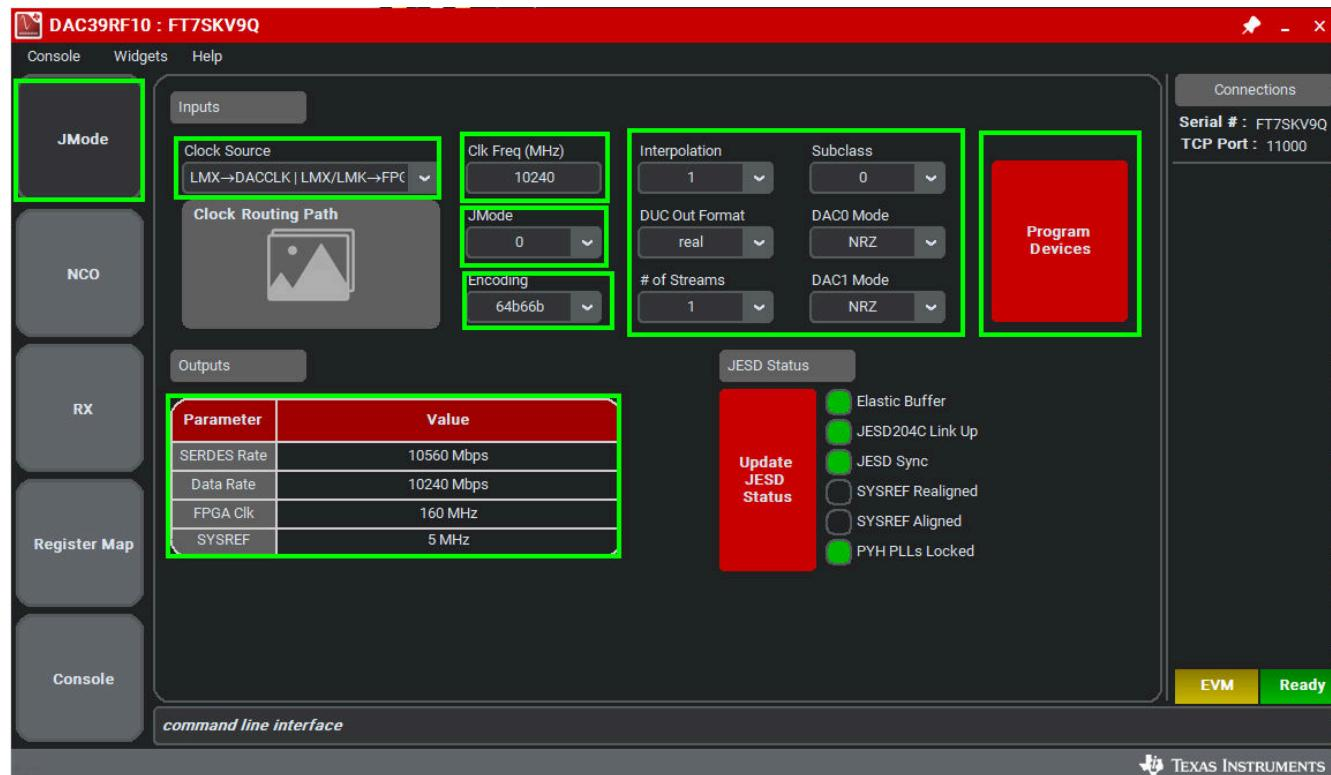
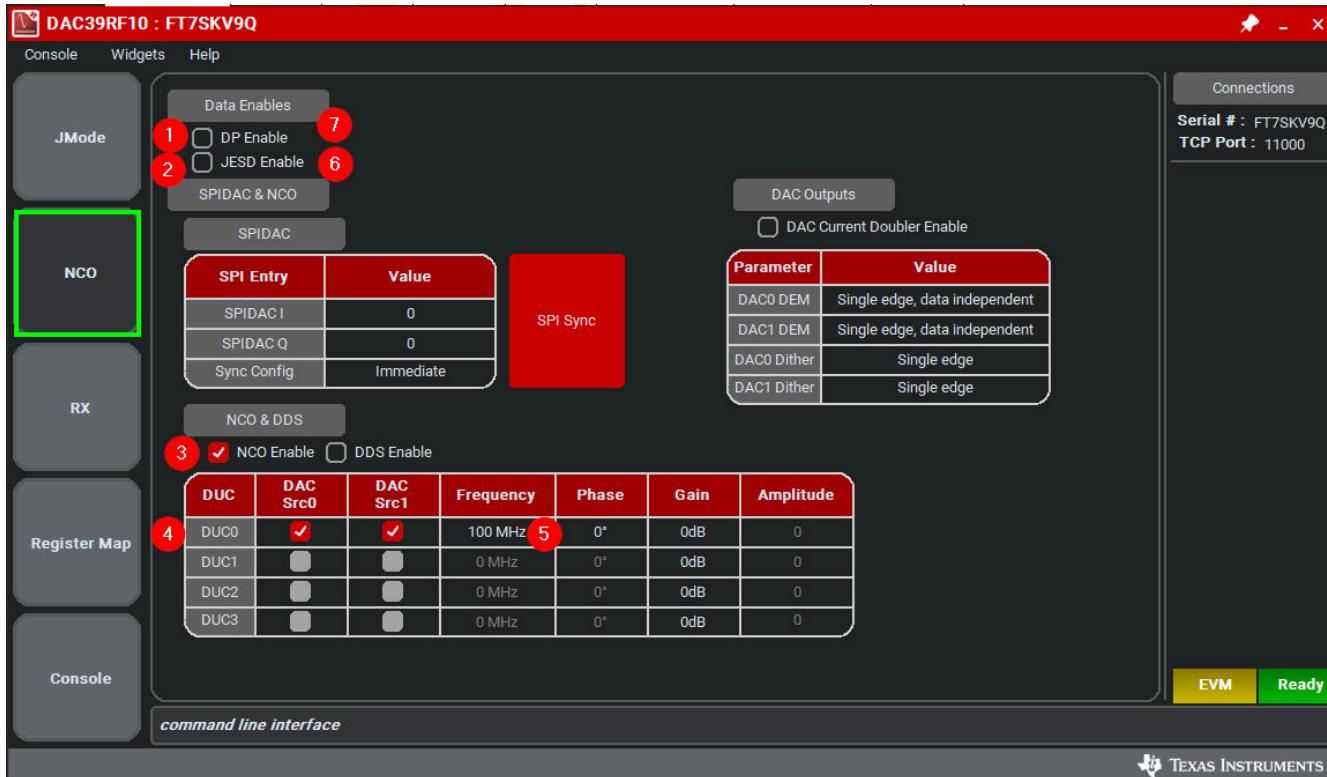

图 2-3. DAC39RF10EVM GUI 的配置
图 2-5. NCO 选项卡控件
- FPGA REF 时钟频率可从 DAC39RF10EVM GUI 获取。将 DAC39RF10EVM GUI 配置为所需的 JMODE 模式和时钟速率后，EVM 所需的参考时钟频率会显示在 GUI 的第一页上，如 图 2-3 中所示。
分别打开到 JMODE 选项卡和 NCO 选项卡的 GUI，如 图 2-3 和 图 2-5 所示。面板左侧的各个选项卡将配置整理为器件和 EVM 特性，其中用户友好型控件和一个低级选项卡可用于直接配置寄存器。EVM 具有三个可配置器件，即 DAC39RF10、LMX1204 和 LMK04828。每个器件的寄存器映射都在器件数据手册中提供；请参阅 节 5.1。
6. 输入数据速率 **10.24G** 或所需的输入数据速率。数据速率值可以从 DAC39RF10EVM GUI 引用，并显示在输出参数上，如 图 2-3 所示。